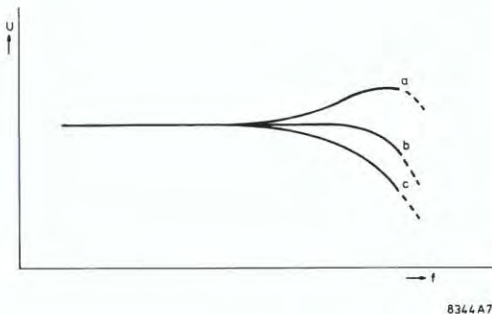

Fig. 18
- Het verloop boven de 6300 Hz dient ongeveer overeen te komen met de in Fig. 18 weergegeven karakteristiek b waarbij de naband vervorming ≤ 3 % bij 1 kHz (100 % modulatie) moet zijn. Wanneer de hoge frekwenties te veel worden verzwakt (Fig. 18c), is de voormagnetisatiestroom te laag. Zijn de hoge frekwenties te sterk (Fig. 18a) en/of is vervorming hoorbaar dan is de voormagnetisatiestroom te laag.